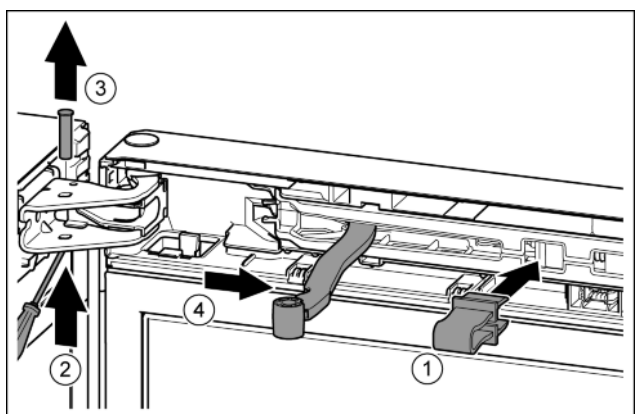

Fig. 9
- ▶ Зафиксировать предохранитель в отверстии. Fig. 9 (1)
- ▶ Выкрутить палец при помощи отвёртки. Fig. 9 (2)
- ▶ Извлечь палец движением вверх. Fig. 9 (3)
- ▶ Повернуть шарнир в направлении двери. Fig. 9 (4)